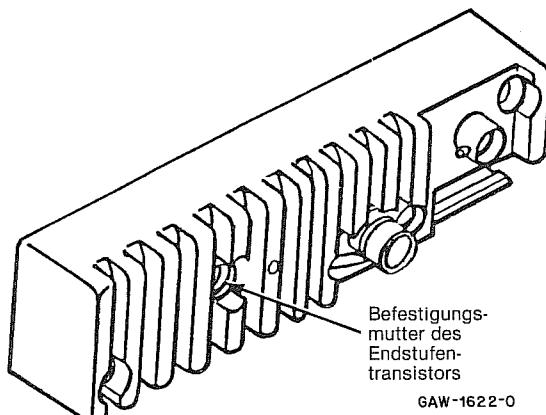

Abbildung 16
(2) Die Befestigungsmutter des Endstufentransistors lösen (Abbildung 16).
(4) Bei einer 25W-Endstufe die Transistor-Befestigungsmutter (Abbildung 16) lösen.